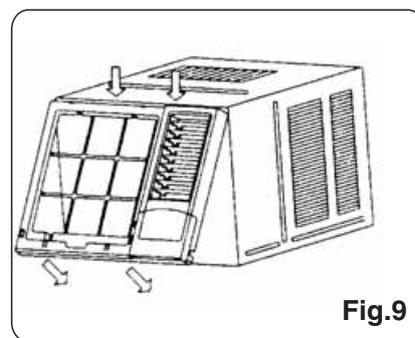

Fig.9
1. Instale el marco (vea fig. 9)